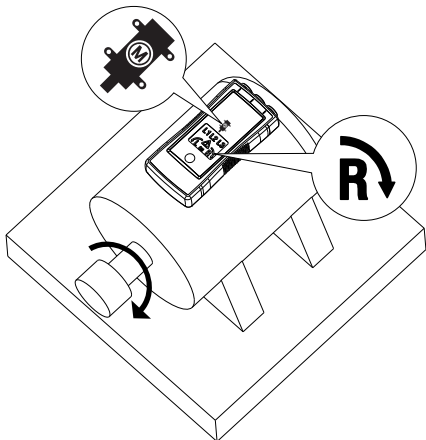

Abbildung 2: Motordrehung
2. Setzen Sie den PRM-6-EUR parallel zur Motorwelle an den Motor an. Der Sensor des Testers sollte zur Mitte der Motorwicklungen zeigen. Der Tester sollte so nahe wie möglich an den Motor gebracht werden. Siehe Abbildung 2.